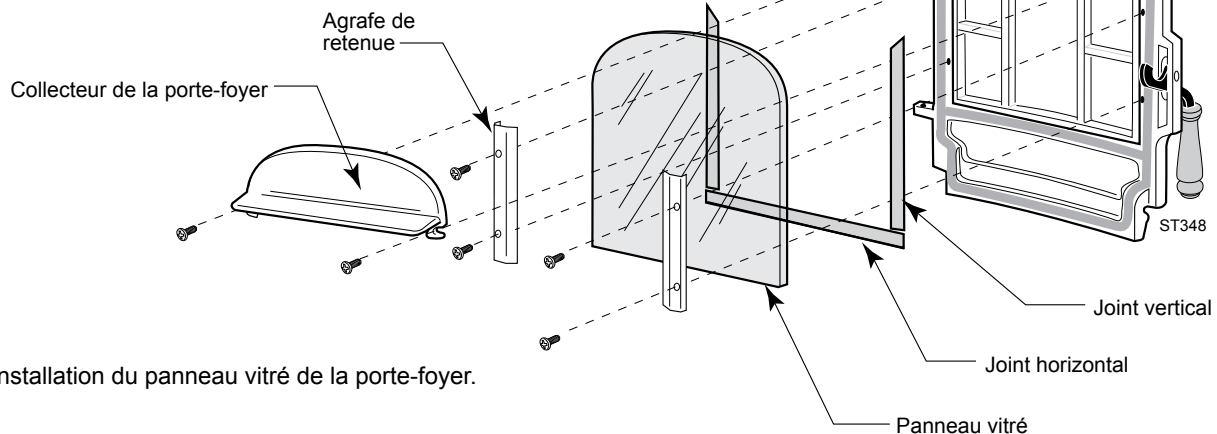

Fig. 32 Installation du panneau vitré de la porte-foyer.
Utilisez la pièce de rechange Vermont Castings 30000362 aux fins de remplacement du verre. Le panneau vitré repose sur un coussin comprenant trois joints plats retenus par deux agrafes. (Fig. 32) Le verre possède d'un côté de sa surface un revêtement légèrement coloré. Enlevez la porte-foyer du poêle et déposez-la sur un plan de travail rigide et de niveau sur lequel vous aurez étendu une serviette visant à en protéger l'émail vitrifié.
3. Vérifiez le joint. Si le joint d'étanchéité du panneau vitré est en bon état, vous pouvez le conserver. Si vous choisissez de le remplacer, utilisez seulement les joints Vermont Castings (deux joints verticaux 30000383 et un joint horizontal 30000384). Veillez à ce que la rainure bordant la baie du panneau vitré soit propre et exempte de poussière. Insérez les trois joints plats (deux verticaux et un horizontal) dans l'embranchement du panneau, tel que sur l'illustration de la Fig. 32.